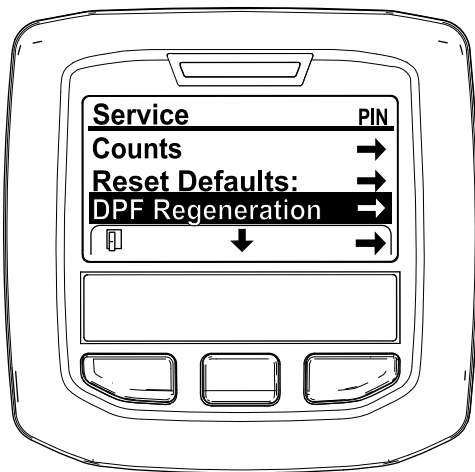

Figura 43
- En el menú SERVICE (Servicio), pulse el botón del medio hasta que aparezcan las opciones de DPF REGENERATION (Regeneración de DPF) y pulse el botón derecho para seleccionar la opción DPF REGENERATION (Regeneración de DPF) (Figura 43).